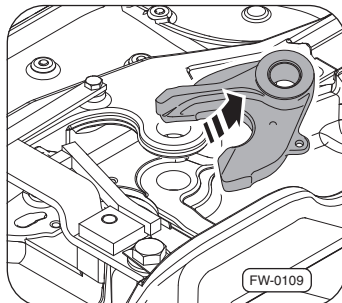

Рис. 33 · Демонтаж запирающего элемента
7. Демонтируйте запирающий элемент ⇒рис. 33, –стрелка–.